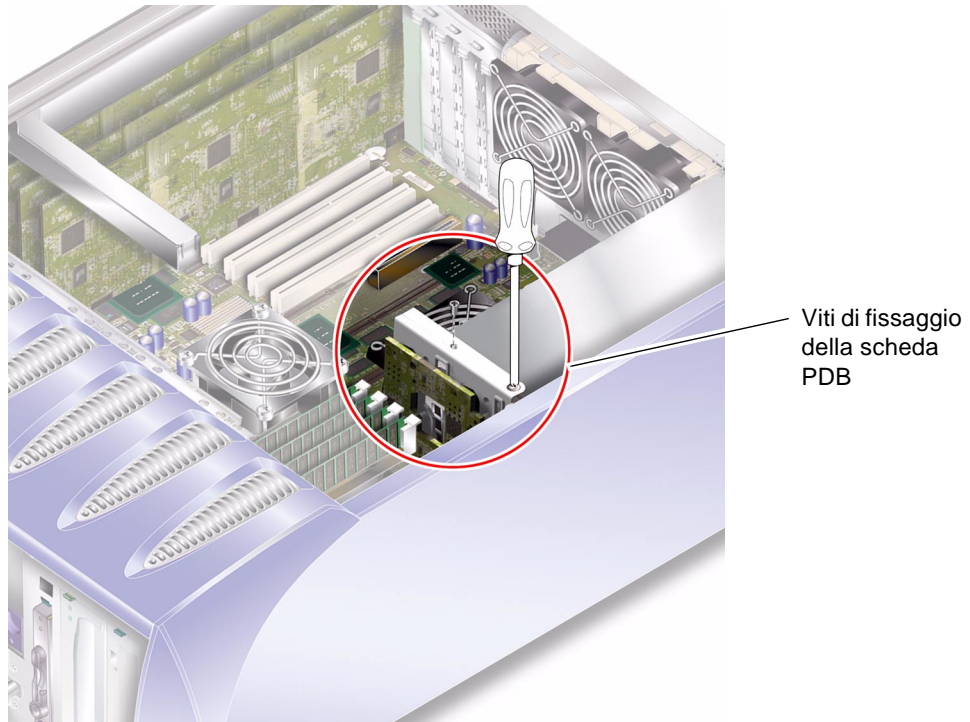

FIGURA 1-12 Viti di fissaggio della scheda di distribuzione dell'alimentazione
7. Svitare le due viti che fissano la scheda PDB allo chassis (vedere la FIGURA 1-12).